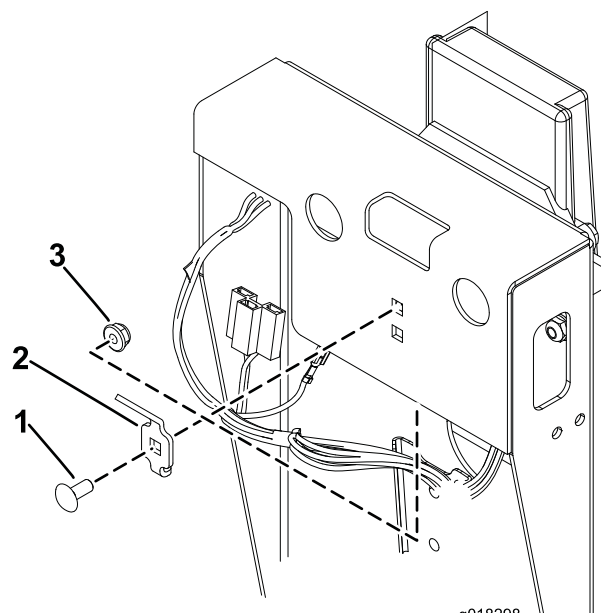

Figura 5
9. Instale a montagem do transmissor na parte posterior da estrutura com um parafuso de carroçaria de 1/4 x 5/8 pol. e uma porca flangeada de 1/4 pol. (Figura 5). Insira a parte inferior da montagem no furo inferior.